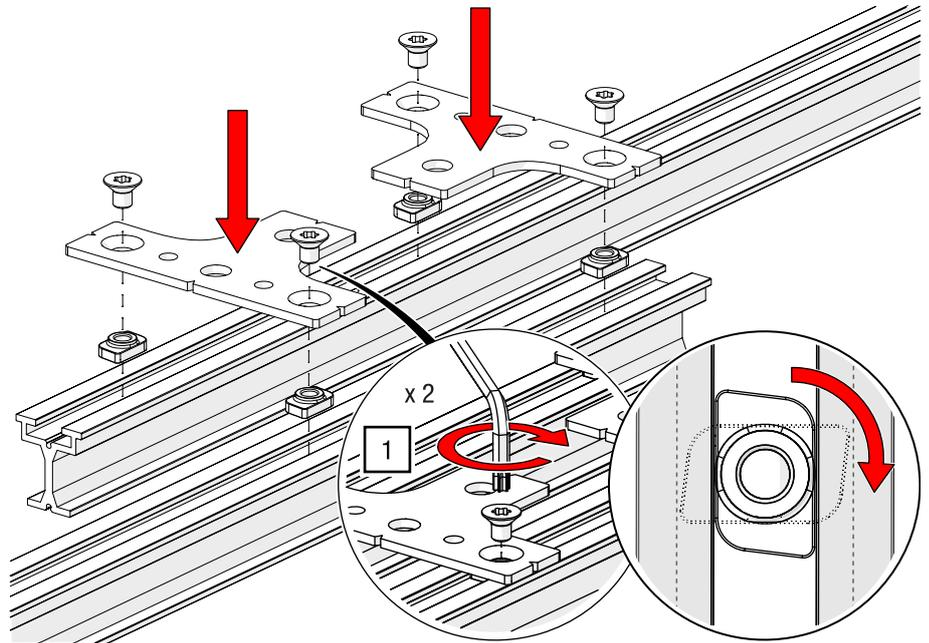

Abb. 49: Ausgleich-Überlaufplatte (2-läufig) – quer zur Schiene montieren (Überlauf)
1. Legen Sie jeweils einen Nutenstein in eines der zwei Schienenteile und befestigen Sie das Blech quer orientiert als Verbindungsplatte mit einem TORX®-Schlüssel T40 und 27 Nm (siehe Abb. 49).